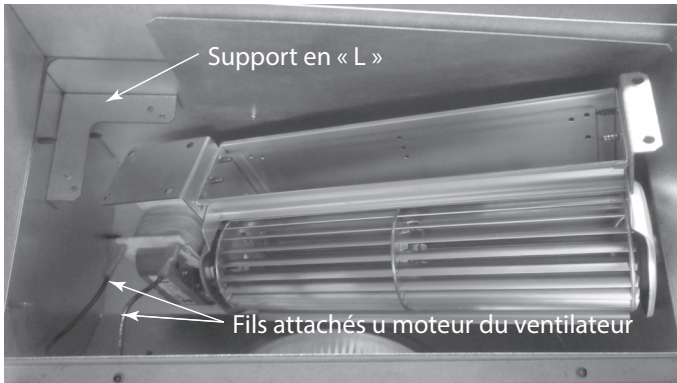

Figure 3.29
- Fixez les (2) fils aux connexions à cosses du moteur.
- Insérez le ventilateur dans le boîtier du ventilateur en commençant par l'extrémité du moteur. Glissez-le sous le support de fixation en « L » sur le côté gauche en permettant au côté droit de s'enfoncer. Voir la figure 3.29.